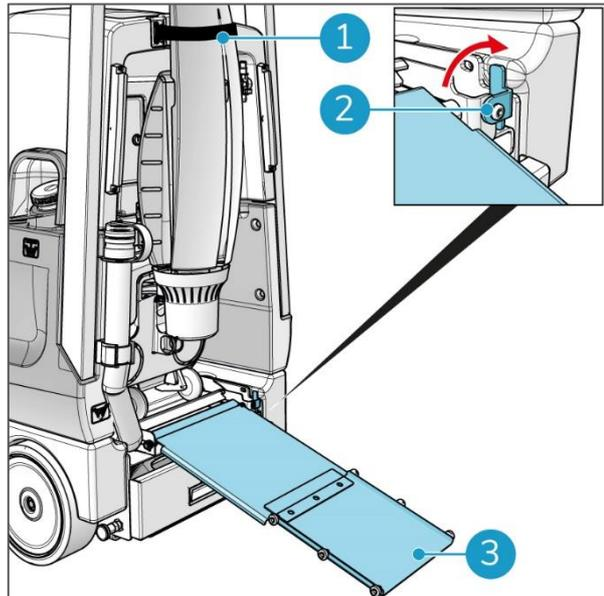

Abbildung 61
1. Lösen Sie den Gurt, mit dem der i-mop® lite befestigt ist (Abbildung 61, Pos. 1).
2. Öffnen Sie den blauen Riegel (Abbildung 61, Pos. 2).
3. Ziehen Sie die Rampe heraus und klappen Sie sie auf (Abbildung 61, Pos. 3).